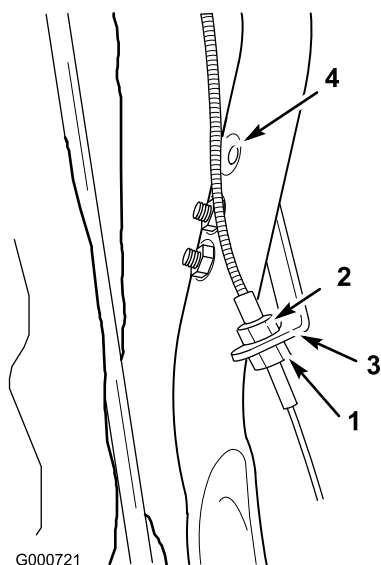

Figura 31
2. Allentate il dado inferiore sul lato inferiore della staffa (Figura 31).
- Serrate il dado superiore per spostare la sede del cavo verso l'alto (Figura 31), la quale a sua volta fa avvicinare la ruota di frizione al pneumatico. (In effetti questa operazione accorcia il cavo per compensare l'usura.)
Nota: Se non potete regolare ulteriormente il cavo, spostate la staffa nel foro superiore della maniglia, e ripetete la regolazione (Figura 31).
- Una volta ottenuta la giusta regolazione, serrate il dado inferiore contro la staffa per mantenere la posizione (Figura 31).